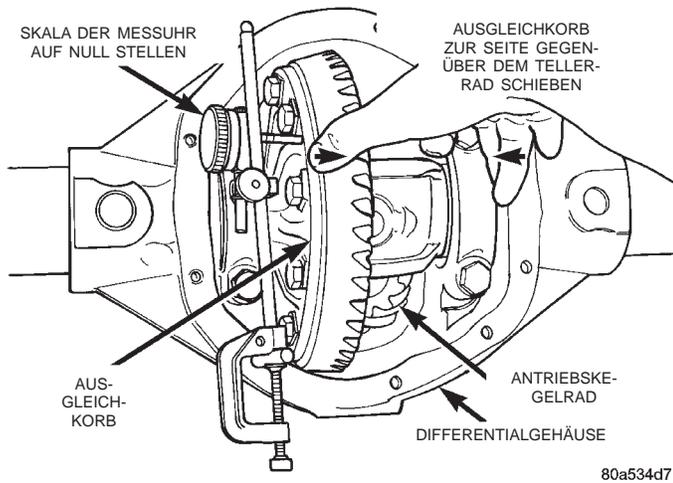

Abb. 71 Ausgleichkorb festhalten und Meßuhr auf Null stellen
(22) Ausgleichkorb im Differentialgehäuse auf die Seite gegenüber dem Tellerrad schieben und dort halten (Abb. 71).
(23) Skala der Meßuhr in dieser Lage auf Null stellen (Abb. 71).